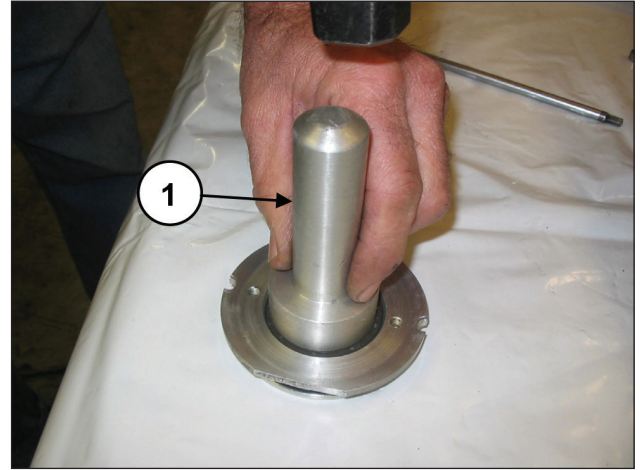

图174
使用代号为27910900的缓冲垫，将油封安装在油封盖（部件号①, 图174）上。